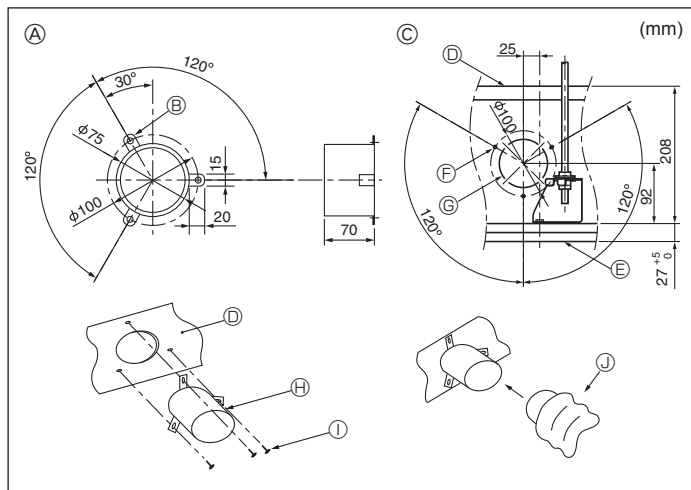

Fig. 4-3
4.3. Τοποθέτηση αγωγού (εάν υπάρχει είσοδος αέρα περιβάλλοντος) (Fig. 4-3)